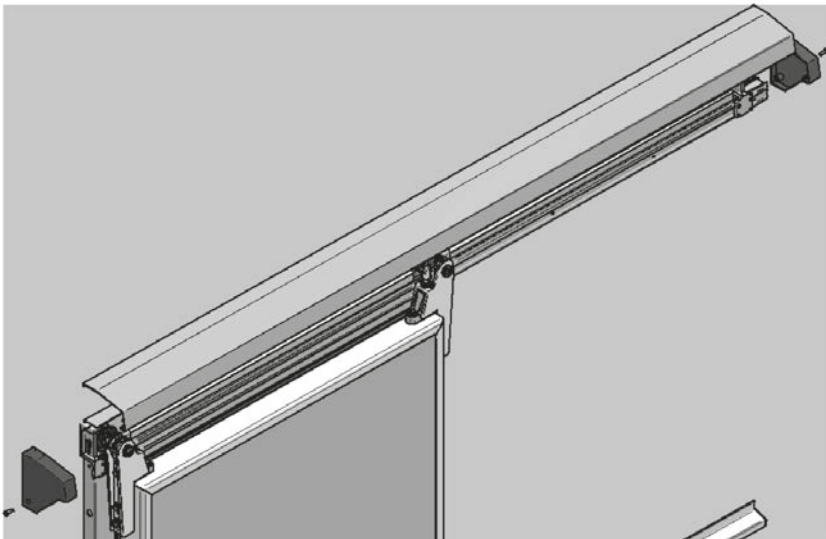

Fig. 12
- Successivamente procedere al montaggio del carter della guida superiore (Fig. 12).